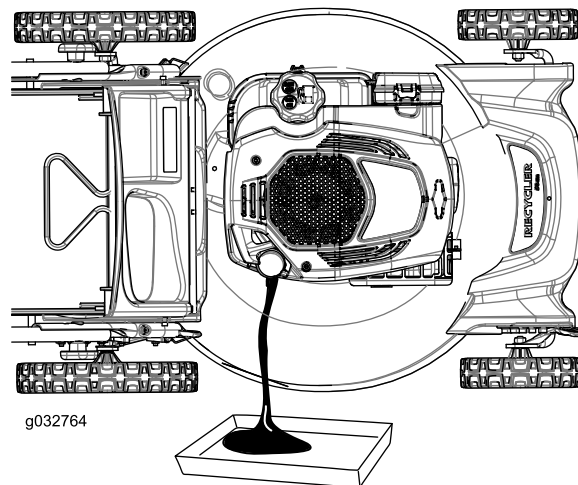

Figura 26
7. Coloque la máquina de lado con la varilla de aceite hacia abajo para drenar el aceite usado a través del tubo de llenado al recipiente (Figura 26).